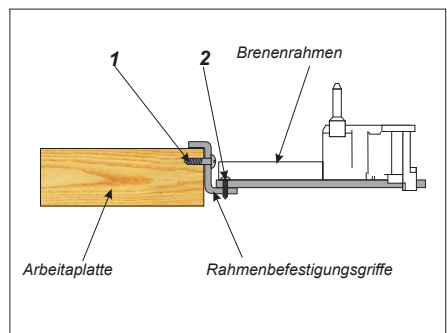
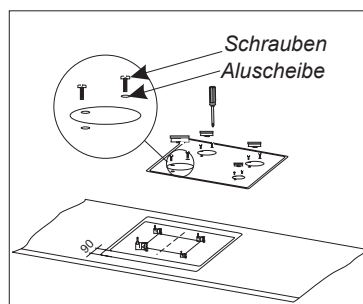
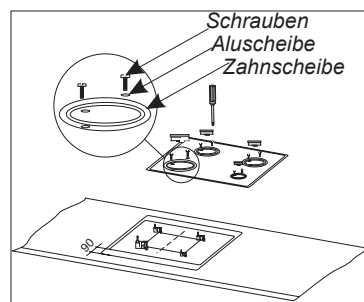

Abb. 3
Abb. 5
Abb. 6
- die Blechschrauben [2] (Abb. 3) lösen.
- Brennerahmen schieben, bis Massenübereinstimmung von 90 mm (Abb. 5) erreicht wird und in dieser Position den Brennerahmen mit Blechschrauben [1] (Abb. 3) in der Paltenöffnung sperren.
- auf den Brennerahmen die Arbeitsplatte hinlegen und mit 8 Blechschrauben mit Unterlagsscheiben M-3 (Abb. 5) an Brenner zuschrauben,
- Brennerahmen schieben, bis Massenübereinstimmung von 90 mm (Abb. 6) erreicht wird und in dieser Position den Brennerahmen mit Blechschrauben [1] (Abb. 3) in der Palttenöffnung sperren.
- auf den Rahmen mit Brennern eine Keramikscheibe auflegen und danach Zierauflegen auf die Scheibe und Brenner auflegen. Die Scheibe mit den Zierauflagen mit 8 Blechschrauben mit Unterlagsscheiben M-3 anschrauben (Abb.3), wobei das Anschrauben von den hinteren Normalbrennern anzufangen ist und erst danach ist der Stark- und Hilfsbrenner zu befestigen.